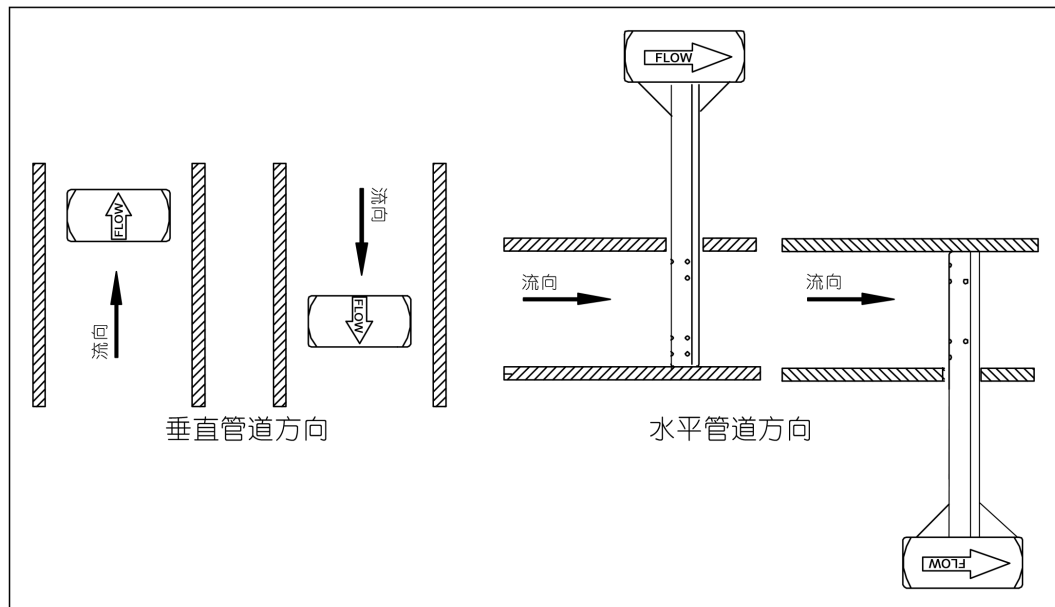

图 4：流体方向
- 调整探头方向，使仪表接头上标注着 "Flow" 方向的箭头与管道内流体流向一致并与管道的轴线方向夹角在 $\pm 3^\circ$ 内（如图 4 所示）。使仪表接头保持这一方向并准备进行后续安装。